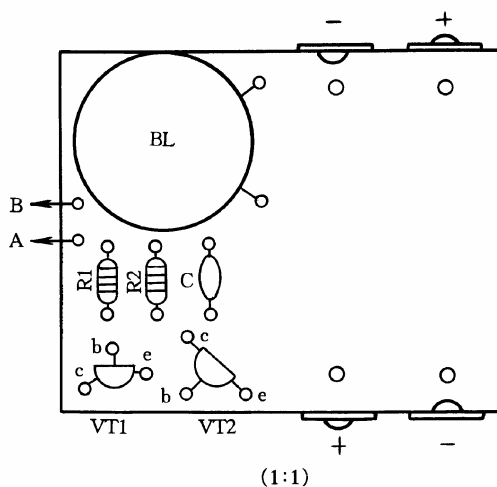

图 3-12
(12) 第四步, 安装元器件。各元器件在电路板上的位置如图 3-12 所示。元器件均安装在电路板的非铜箔面, 其引脚或引线从相应的孔中穿过电路板, 焊牢在铜箔面上。